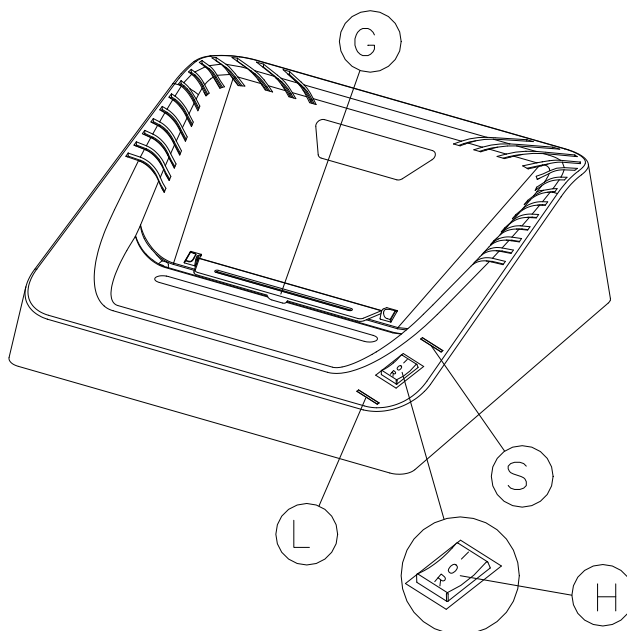

Fig.2
USO DELL'APPARECCHIO Fig.2
Gli apparecchi in grado di distruggere CD/DVD e carte di credito sono muniti di sportellino di protezione (G) Fig.2 che deve essere mantenuto ruotato verso la parte posteriore dell'apparecchio durante la distruzione di carta e deve essere ruotato verso il fronte dell'apparecchio durante la distruzione di CREDIT CARD - CD-ROM/DVD, perché mantiene guidati i supporti ottici nell'area di azione delle fotocellule e protegge l'operatore da eventuali frammenti di plastica.
HOW TO USE THE SHREDDER Fig.2
The machines suitable for shredding CDS/DVDS and credit cards come with a protective door (G) Fig. 2 which must be rotated to the back of the machine when shredding paper and must be rotated to the front when shredding CREDIT CARDS-CD-ROMS/DVDS, because it guides the optical material within range of the optical eyes cells and protects the operator from any plastic fragments.
ARBEITEN MIT DEM AKTENVERNICHTER Abb.2
Die Geräte, die auch zum ZERKLEINERN von CDs /DVDS und Kreditkarten geeignet sind, haben einen Sicherheitsschieber (G) Abb. 2. Dieser muss zum Schreddern von Papier nach hinten, zum Schreddern von KREDITKARTEN, CD-ROMS und DVDS nach vorne geschwenkt werden. Dadurch bewegt sich das zu zerkleinernde Material im Bereich der Fotozellen und schützt den Bediener vor Plastikresten.